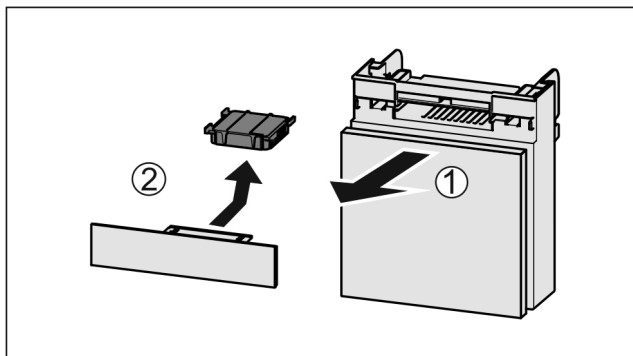

Fig. 135
- ▶ Потягніть Fig. 135 (1) відділення вперед.
- ▶ Витягнути Fig. 135 (2) фільтр з активованого вугілля.